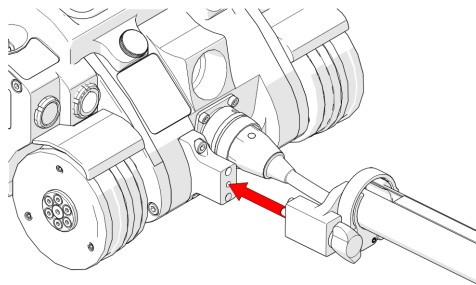

Abbildung 2-116 Ausrichten auf die Versorgungsleitung
1. Richten Sie die Kabelführungsklemme auf die entsprechende Montageposition der Versorgungsleitung des Benutzers aus (siehe Abbildung 2-116 auf Seite 123).